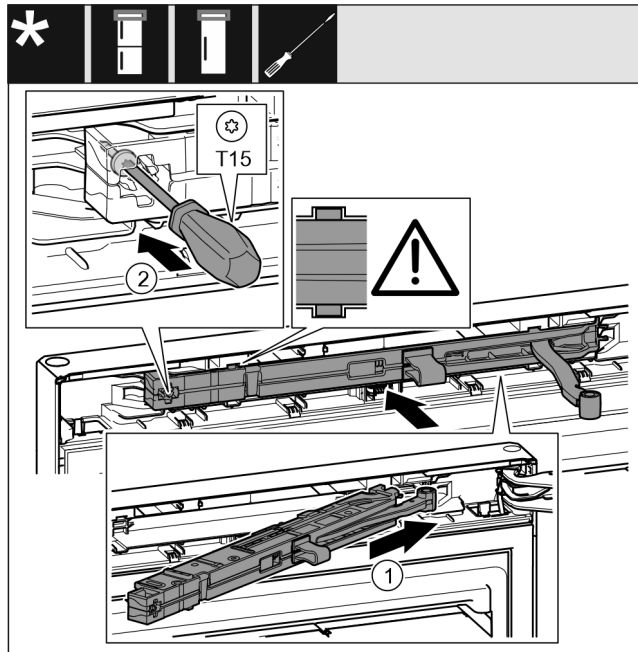

Fig. 42
- ▶ Côté support de palier, pousser l'unité d'amortissement de fermeture Fig. 42 (1) jusqu'en butée de biais dans l'évidement.
- ▶ Serrer la vis Fig. 42 (2) avec un tournevis.